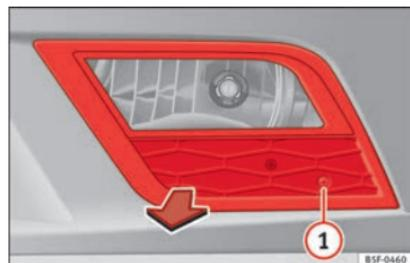

Fig. 104 Farol de nevoeiro.
- Retire o parafuso » Fig. 104 ① da grelha do farol de nevoeiro, utilizando uma chave de fendas.